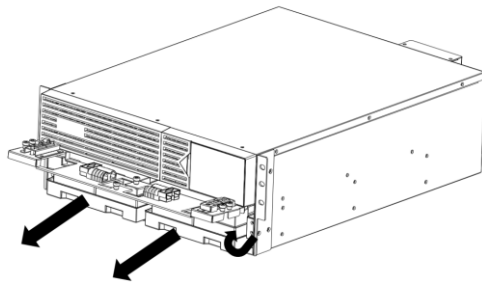

Figure 3
3. Retirez les deux modules directement de l'avant de l'onduleur. (Fig. 3)